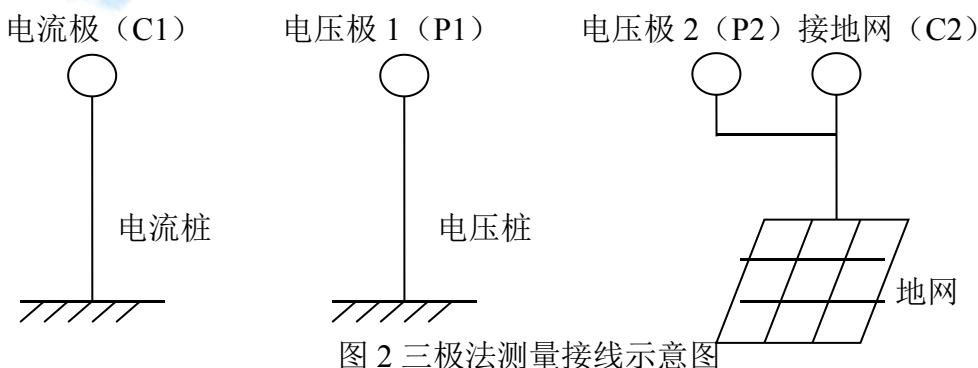

图 2 三极法测量接线示意图
2.3、电流测试线和电压测试线按规定的长度将一端与仪器相接后平行放出。另一端分别接在两支地桩上（如图2所示）。